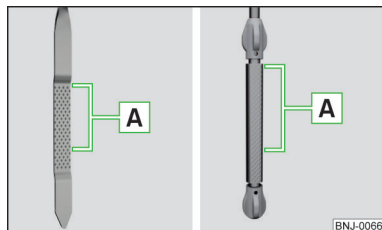

Abb. 249
Der Ölstand muss im Bereich **A** liegen » Abb. 249. Liegt der Ölstand unterhalb des Bereichs **A**, das Öl nachfüllen.
- Der Ölstand darf keinesfalls außerhalb des Bereichs **A** liegen » Abb. 249 - anderenfalls besteht die Gefahr der Beschädigung des Motors sowie der Abgasanlage.